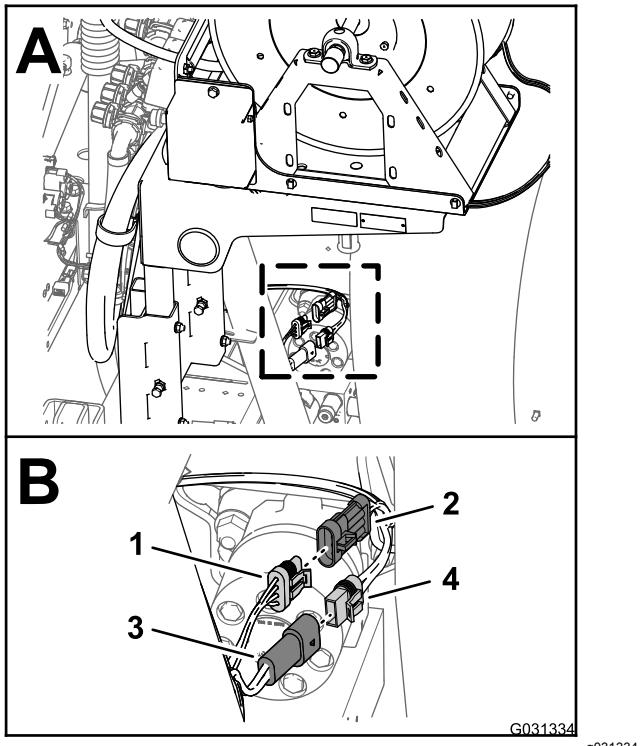

Figura 10
1. En la parte trasera de la máquina, localice el arnés de cables del kit de carrete de manguera giratorio en la parte trasera del depósito del fumigador (Figura 10).
2. Desconecte el conector hembra de 2 vías del arnés del carrete de manguera eléctrico del conector de 2 pinos del arnés principal trasero (Figura 10).
3. Desconecte el conector de 3 pinos del arnés del carrete de manguera eléctrico del conector hembra de 3 pinos del arnés principal trasero (Figura 10).